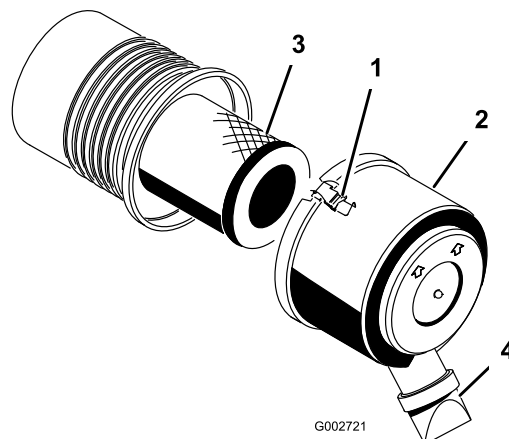

図 28
1. エアクリーナのカバーをボディーに固定しているラッチを外す(図 28)。